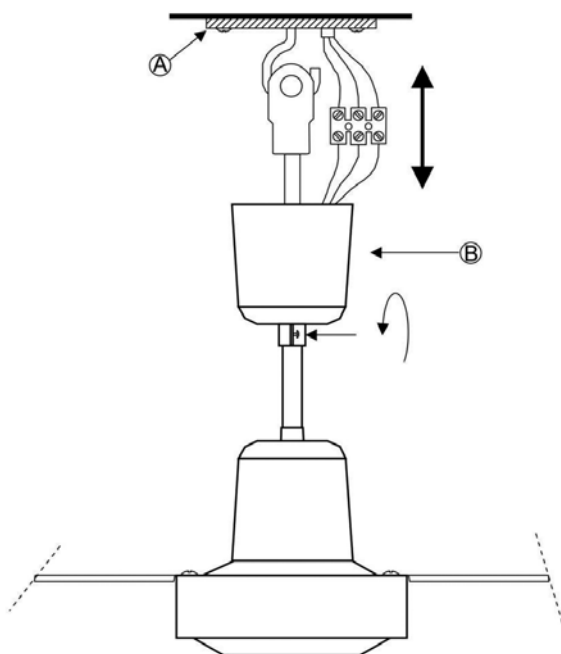

Fig. 6
2. Ослабьте винты, расположенные на основании декоративного колпака и сдвиньте его вниз для доступа к точке крепления и подключения электропитания. Повесьте собранный вентилятор (В) на крюк, расположенный на основании (А) (основание предварительно должно быть прочно закреплено на потолке). (Рис.6)